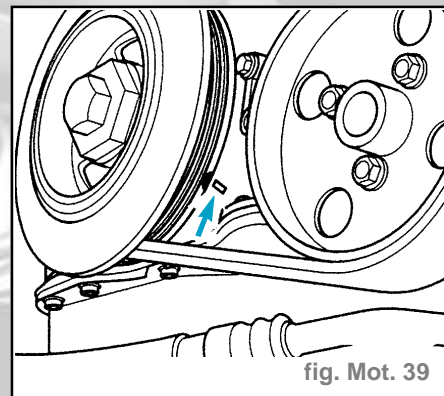

fig. Mot. 39
- Amener le vilebrequin au repère de PMH du cylindre 1 en le tournant dans le sens de rotation du moteur par la vis de fixation de l'amortisseur de vibrations (fig. Mot. 39).